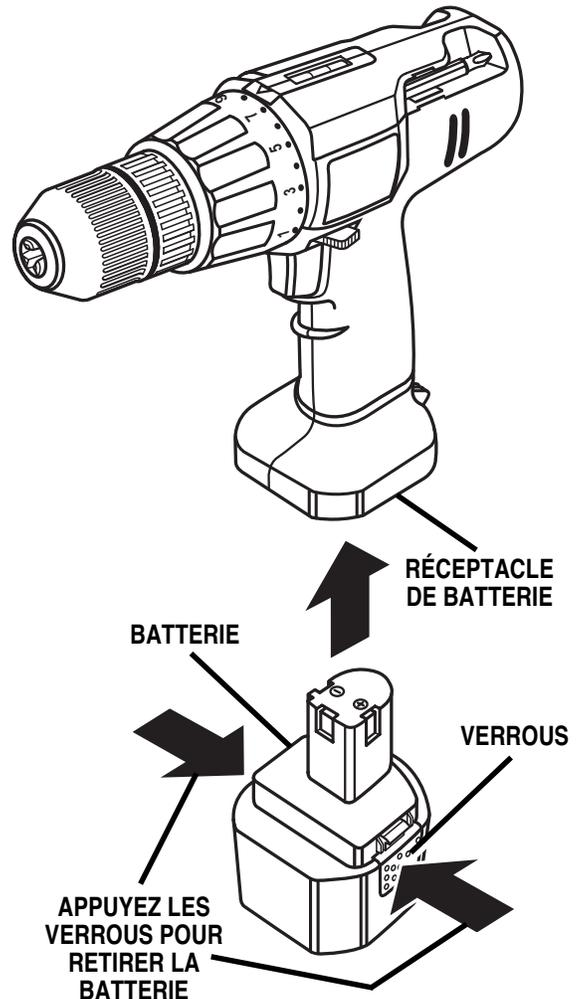

Fig. 5
- Placez la batterie sur votre perceuse. Alignez la nervure de la batterie avec la fente du réceptacle de la perceuse. Voir la Figure 5.
- Repérez les loquets situés sur le côté du bloc-batteries et appuyez sur les deux côtés pour libérer le bloc-batteries de la perceuse. Voir la Figure 5.